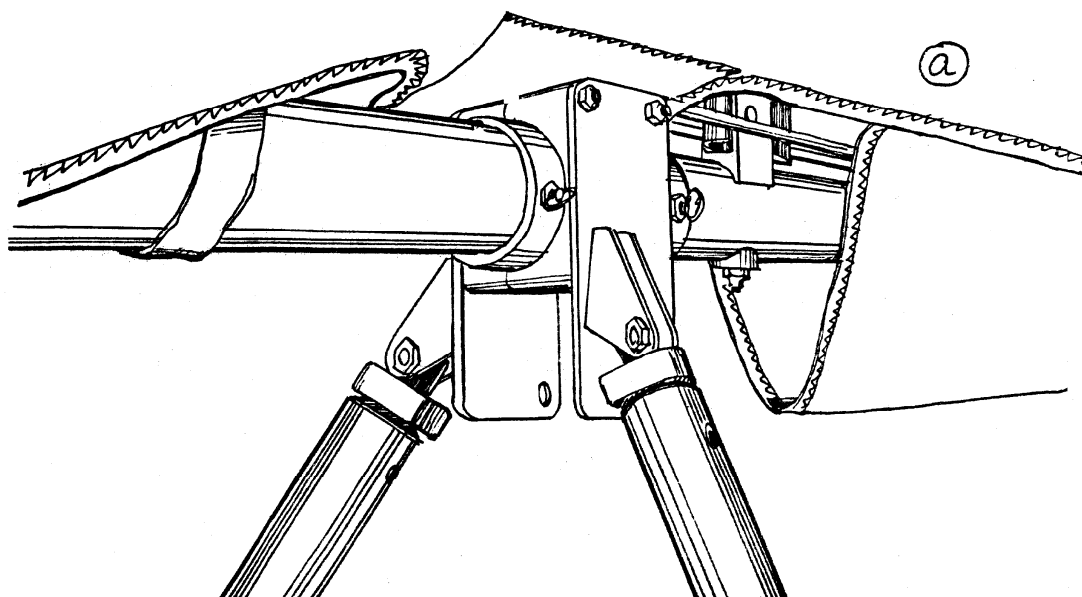

Рис.34
3.10. Проверьте крепежные элементы на узлах трапеции. Удостоверьтесь, что все гайки закручены и законтрены. (Рис. 34, 35).